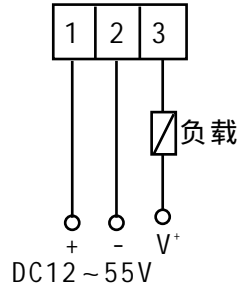

图 6 直流 12~ 55V
- ◆ 直流12~55V供电集电极开路输出时的系统连线如图6所示。